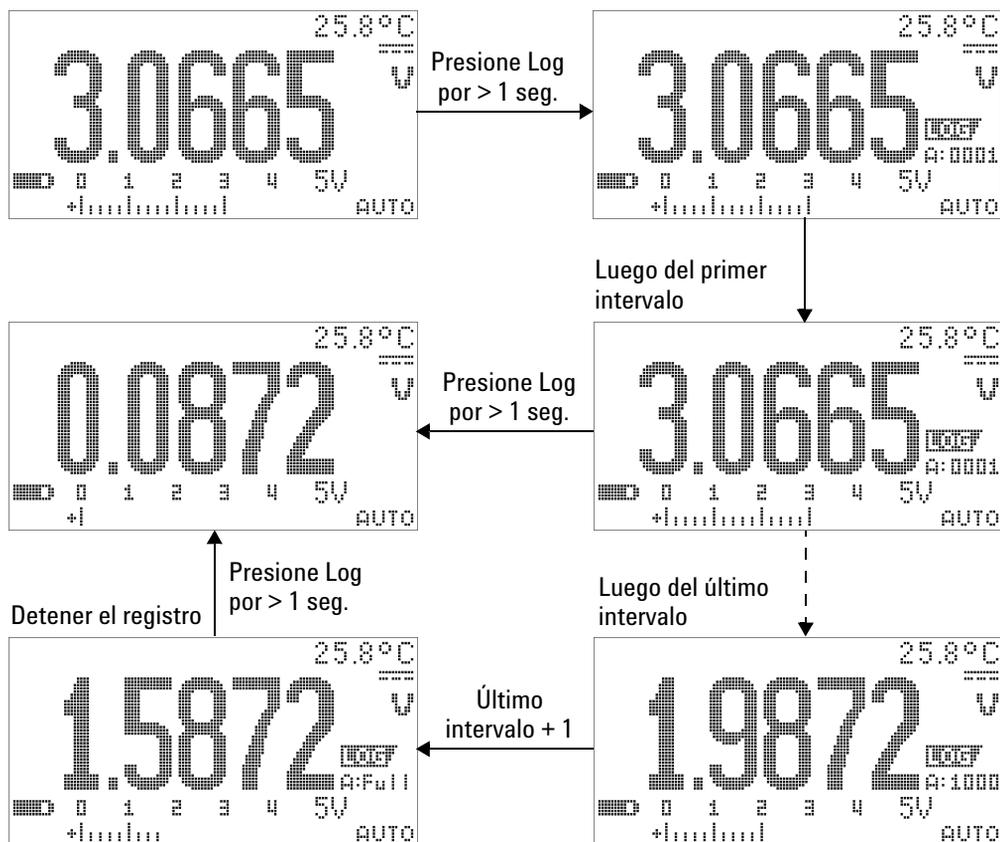

Figura 3-10 Operación del modo de registro de intervalo (tiempo)
- 1 Presione  por más de 1 segundo para almacenar el valor actual y la función que aparece en la pantalla principal en la memoria del multímetro. Se indican  y el índice de registro. Las mediciones siguientes se registran automáticamente en la memoria en un intervalo (LOG TIME) especificado en el modo Configuración. Consulte la Figura 3-10 en la página 76 para saber cómo operar este modo.